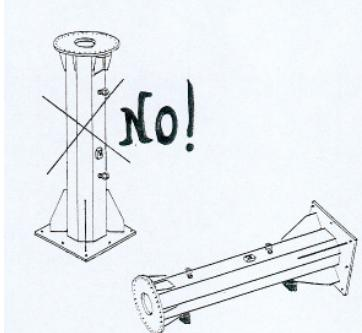

fig.9
- Tutte le parti o componenti devono essere appoggiati o fissati stabilmente in tutte le fasi di movimentazione, trasporto e stoccaggio e non devono essere ribaltati o appoggiati in posizione verticale o su un fianco (fig.9).**